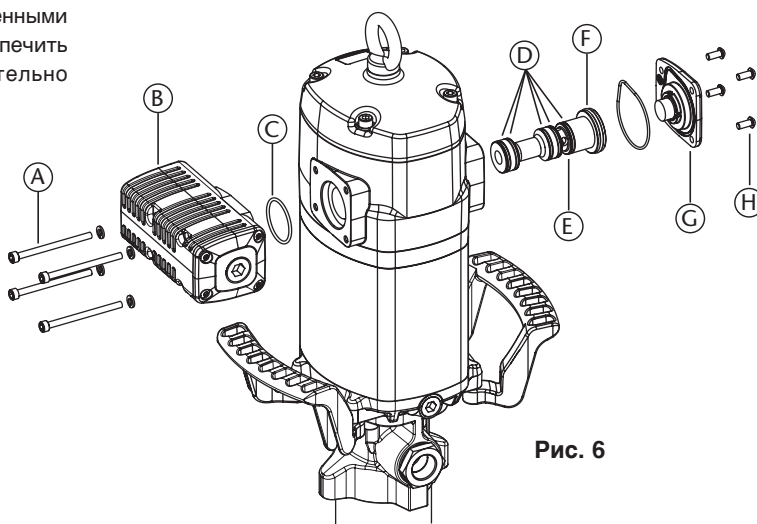

Рис. 6
### ПНЕВМОРАСПРЕДЕЛИТЕЛЬ (РИС. 6)
3. Зажав щипцами гайку (D), вытянуть шток (O) так, чтобы вышла наружу его центральная расточенная часть (рис. 6а). Затем, другими щипцами зажать шток (O) в области расточки для предотвращения повреждения поверхности уплотнения и отвинтить гайку (D) (рис. 6b).
4. Снять уплотнительное кольцо (E) и кольцо (F). При сборке заменить их на новые.
5. Отвинтить винты (R). Снять корпус двигателя (J) с фланцем (L).
6. Снять кольцо (G) и заменить на нем уплотнения (H) и (I).
7. Отвинтить винты (M) и отсоединить мотор (J) от фланца (L). Снять шайбу (K) и заменить уплотнение (H).
8. Аккуратно удерживая пневматический поршень (Q), снять цилиндр (N). Заменить уплотнение поршня (P).
9. Выполнить сборку деталей в обратном порядке. При сборке нанести на винты (M), гайку (D) и гильзу датчика (C) закрепитель резьбы.